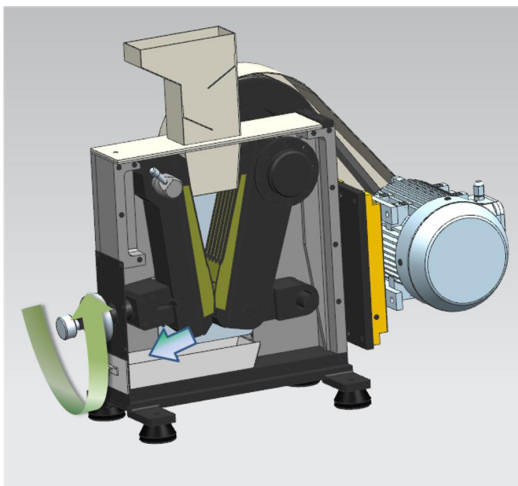

图 2-1 放大间隙
- 2.3.2 关闭总电源开关，逆时针调节颚板调节手轮到显示间隙的最大值（见图2-1）。